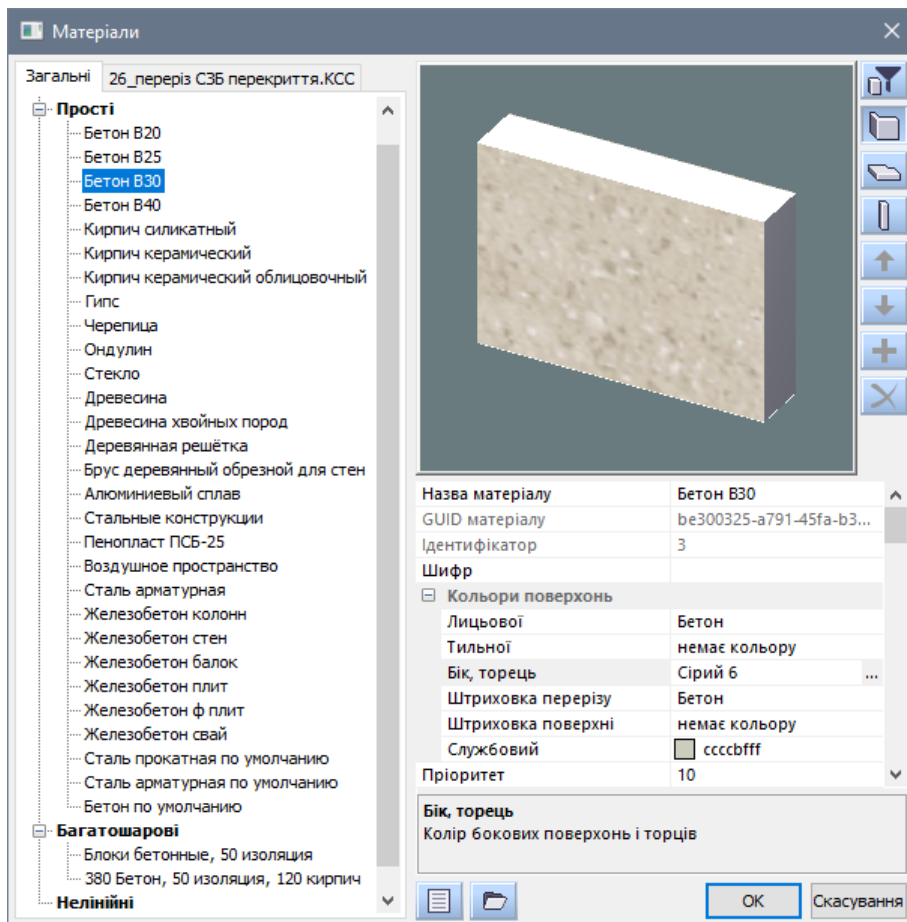

Рис. 26.2. Діалогове вікно **Матеріали**
- У діалоговому вікні перейдіть на закладку **Загальні**, виберіть зі списку матеріал **Бетон В30** (рис. 26.2).